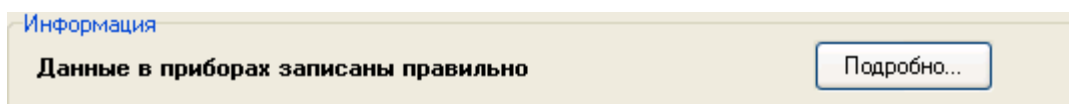

Рисунок 6-879 Сообщение о данных идентификатора, для которого информация в БД соответствует хранимой в приборах конфигурации
- Для тех идентификаторов, для которых настройки базы данных АРМ «Орион Про» соответствуют хранимой в приборах конфигурации, отображается пометка «данные в приборах записаны правильно» (см. Рисунок 6-879), а в списке паролей данные идентификаторы остаются отображенными черным цветом. В этом случае синхронизация идентификатора не требуется.